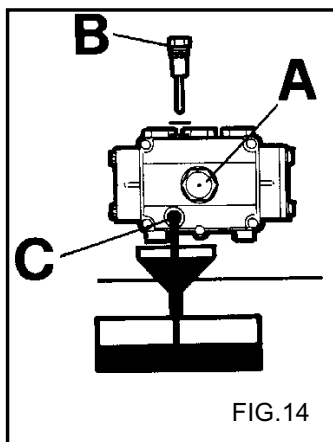

FIG.14
- 2) Den Mess-Stab (Fig.14) herausdrehen.